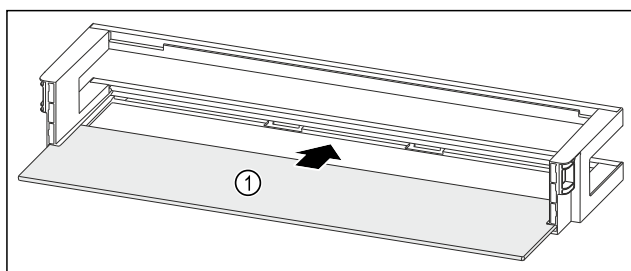

Fig. 92 Oviteline säilytyshyllyn kanssa
- ▶ Työnnä säilytyshyllly Fig. 92 (1) sivuilla oleviin koloihin.